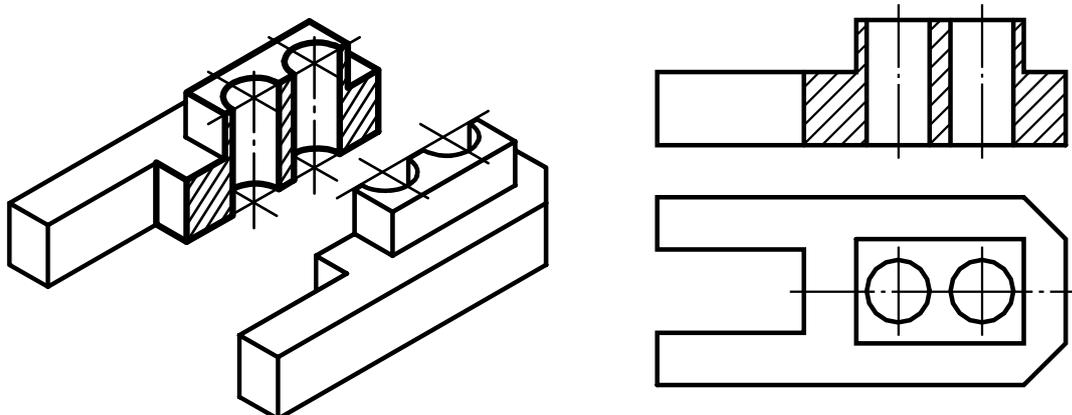
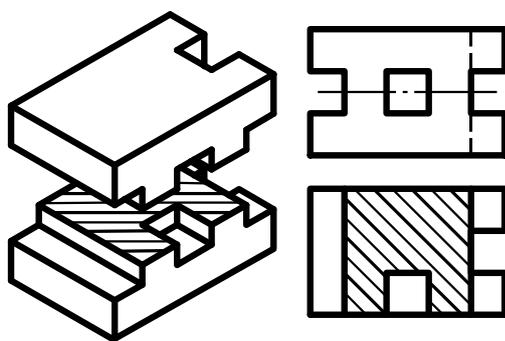
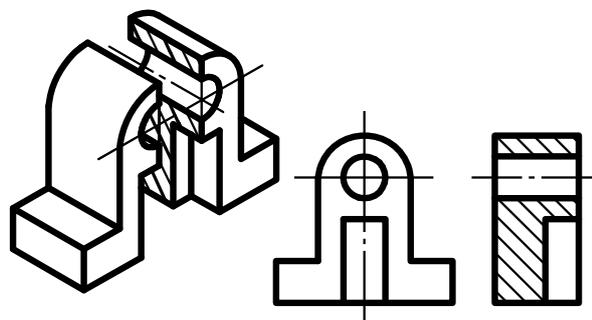
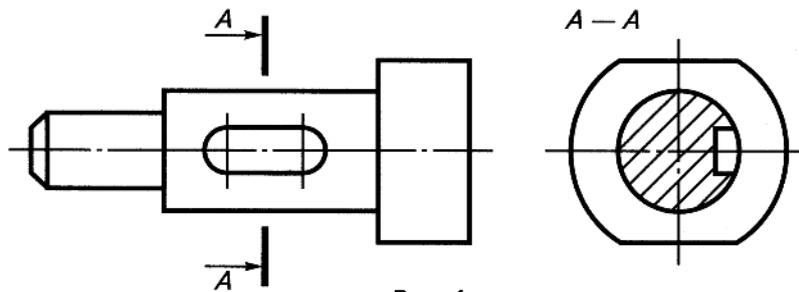

Рис. 1
Рис. 2
Рис. 3
Рис. 4
Разрез — изображение предмета, мысленно рассеченного плоскостью или несколькими плоскостями. На разреза показывается то, что попало в секущую плоскость и что расположено за ней (рис. 1).
Если при выполнении разреза используют одну секущую плоскость, разрез называется *простым* (рис. 1, 2, 3).
*фронтальным*, если секущая плоскость параллельна фронтальной плоскости проекций (рис. 1);
*горизонтальным*, если секущая плоскость параллельна горизонтальной плоскости проекций (рис. 2);
*профильным*, если секущая плоскость параллельна профильной плоскости проекций (рис. 3).
Разрезы обычно располагают на месте соответствующих видов: фронтальный — на месте вида спереди, т.е. главного вида (рис. 1), горизонтальный — на месте вида сверху (рис. 2), профильный — на месте вида слева (рис. 3).
Если секущая плоскость совпадает с плоскостью симметрии всего предмета и разрез расположен в проекционной связи, его не обозначают (рис. 1—3). В остальных случаях разрезы обозначаются так же, как сечения (рис. 4).